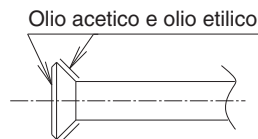

Fig. 7
- (Fare riferimento alla Fig. 7)